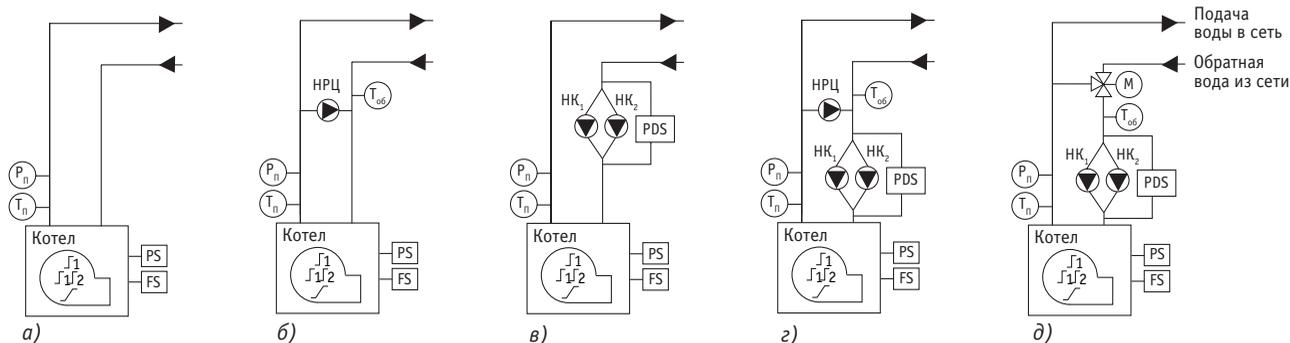

Рис. 1. Схемы управления КТР-121.01
- » без насосов (рис. 1а);
- » с насосом байпаса (рис. 1б);
- » с котловыми насосами (рис. 1в);
- » с котловыми насосами и насосом байпаса (рис. 1г);
- » с котловыми насосами и КЗР регулирования температуры обратной воды (рис. 1д).